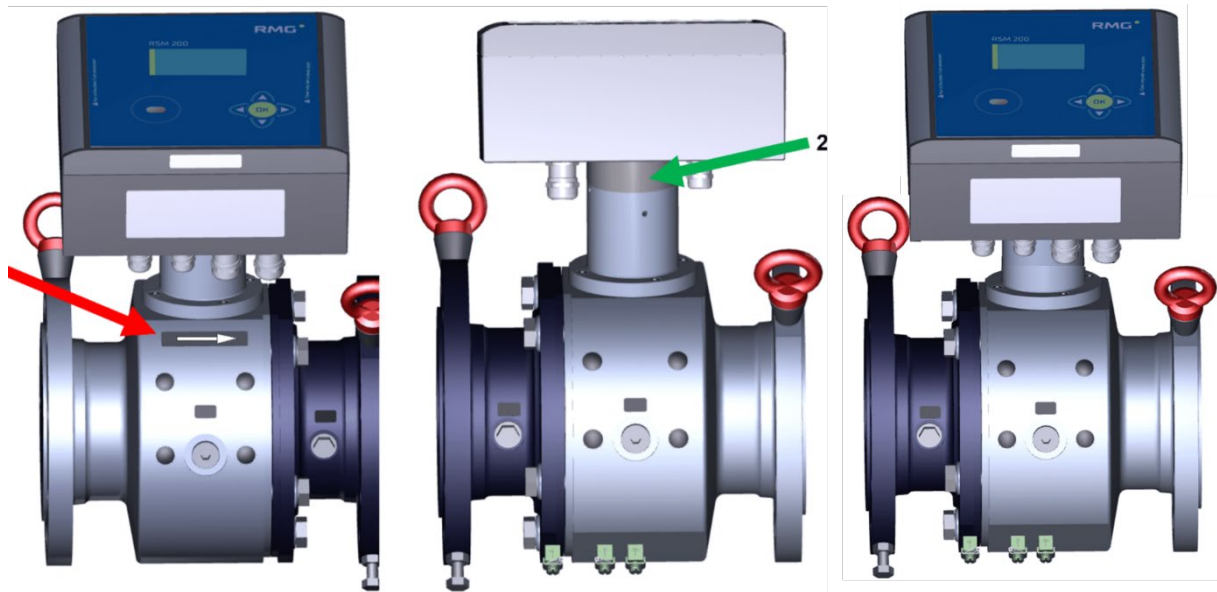

Abbildung 7: Drehen des Displays
Zweitens, die Durchflussrichtung ist umgekehrt. In der *Abbildung 7: Drehen des Displays* zeigt der rote Pfeil (1) die Durchflussrichtung bei der Version 1 an. Das Display ist dabei nach vorne unten geneigt, dadurch läuft Regenwasser ab und die Ablesbarkeit von vorne ist verbessert.